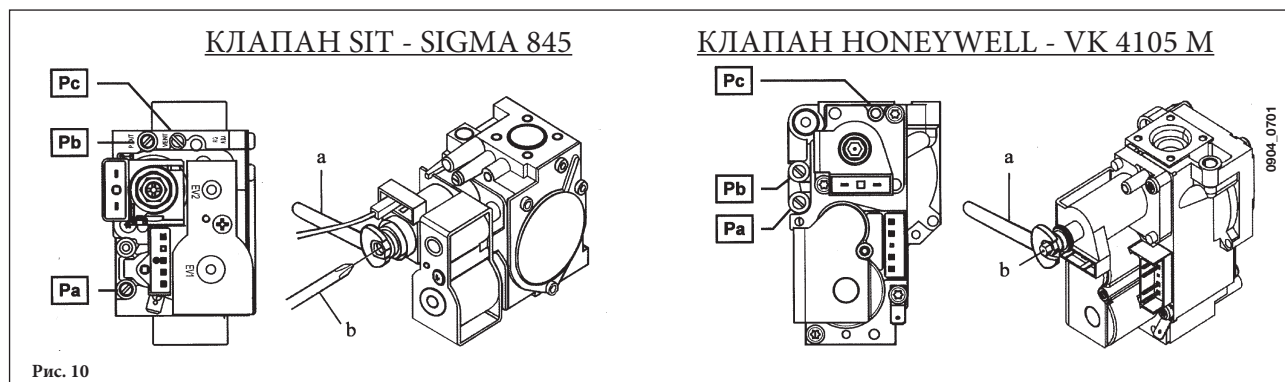

Рис. 10
- Открутить винт на штуцере (Pb, рис. 10) и присоединить к штуцеру (Pb) манометр.
- Проверить динамическое входное давление газа (штуцер Pb, рис. 10). Номинальные давления: 20 мбар для природного газа, 37 мбар для пропана.
- Открутить винт на штуцере Pa (рис. 10) и присоединить к штуцеру Pa манометр.